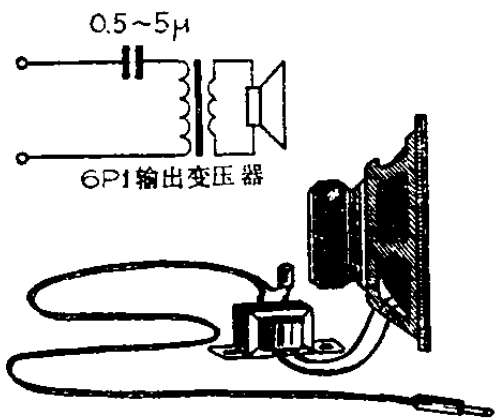

图 1-7 动圈喇叭代替话筒接线图
②话筒输出选用高阻还是低阻，应根据扩音机的话筒级输入阻抗来决定，只有使话筒的输出阻抗与扩音机的输入阻抗相匹配，才能得到优良的音质。使用高阻抗话筒时，话筒引线不能太长，否则会引入杂声和产生啸叫声，同时还会使高频衰减增大，引起频率失真，一般以十米以内为宜。低阻抗输出的话筒线可以延长到五十米。
③话筒带着蛇皮软管使用时，软管只能作上下缓慢扳动，而不能向左右拧，否则蛇皮管带动罗丝跟着旋转，很容易使管内的接线折断损坏。
④播音室内用的话筒线应尽量短，以减少引线损耗，同时还显得整齐美观；会议用的话筒线，在使用时应将拖在地面上的引线固定好，避免行人碰及话筒线而把话筒摔坏。
⑤如话筒损坏，一时无法修复时，可用喇叭暂时代替话筒。最好采用动圈喇叭，并配上输出变压器将阻抗变高，然后用话筒屏蔽线作为引线即可。用动圈喇叭代替话筒，受音范围大，灵敏度高，缺点是高频损耗大，听起来声音较闷。为了改善高频特性，可在变压器输出端串接一只电容器如图1-7所示，它对低音频衰减大（相对地提升了高音频），其容量可在0.5~5微法范围内选用。